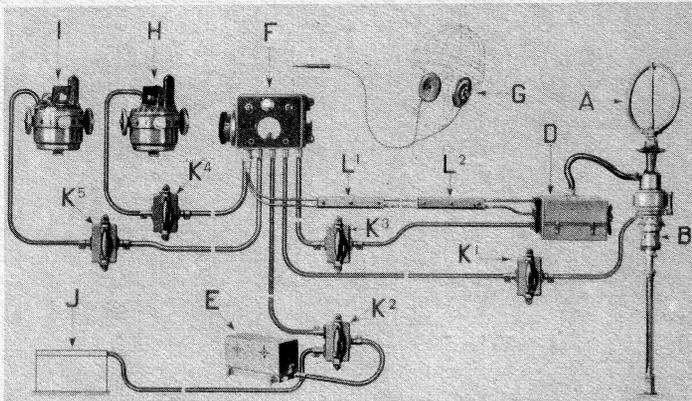

Abb. 2. Die wichtigsten Teile der Flugzeug-Radio-Kompaß-Anlage in schematischer Anordnung. (Aufn.: Archiv Herrnkind - 4)
Der Radiokompaß besteht aus einem Empfangs- und einem Anzeigeteil. Zum Empfangsteil gehören die Rahmenantenne (A) [Bild 2], die einen Durchmesser von nur 30 cm hat und die mit 5 Umdrehungen/Sek. von dem Motor (B) ständig gedreht wird. Der hochempfindliche und sehr trennscharfe Empfänger (D) wird über ein besonderes Steuergerät (F) über Bowdenzüge fernbedient. Zur Abstimmung und Kontrolle des Ausgangstromes dient
ein eingebautes Meßinstrument, für die Abhörkontrolle ist außerdem ein Kopfhörerpaar (G) vorhanden. Der Anzeigeteil umfaßt die beiden Anzeigevorrichtungen für den Flugzeugführer und für den Ortler sowie einen kleinen mit dem Motor (B) gekuppelten Generator, der eine Hilfsspannung für die Festlegung des Bezugspunktes für die Winkelableitung liefert. Die Stromverförmung des Kompasses erfolgt über einen Umformer (E) aus der 12- oder 24-Volt-Bordbatterie. (Mit den Buchstaben K sind in Bild 2 die Anschluß- bzw. Abzweigungskästen für die einzelnen Geräte bezeichnet und mit L die Anhaltkästen für die Bowdenzüge.)